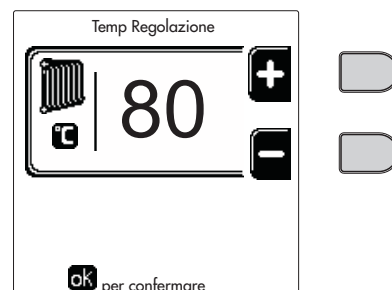
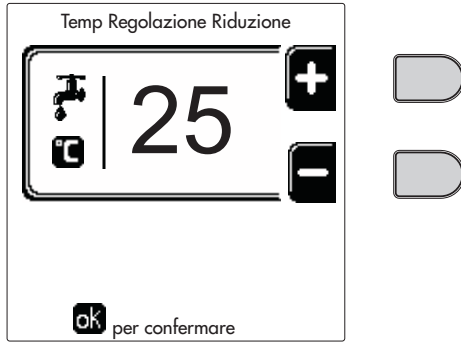

рис. 12
рис. 15
- **ON (ВКЛ)**. При поступившем запросе на отопление/ГВС котел работает на заданной температуре регулировки отопления/ГВС (рис. 12/рис. 14).
-  При поступившем запросе на отопление/ГВС котел работает на уменьшенной температуре регулировки. Уменьшенная температура достигается путем вычитания температуры регулировки уменьшения (рис. 13/рис. 15) от заданной температура регулировки отопления/ГВС (рис. 12/рис. 14).